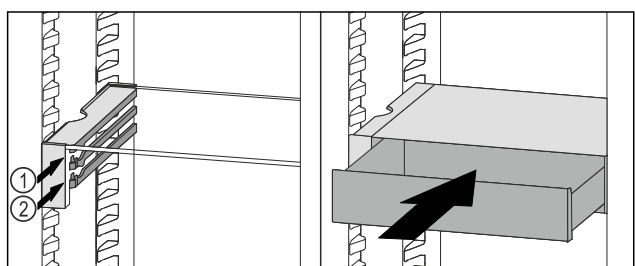

Fig. 138
- 将 VarioSafe 抽屉放置在所需肋梁 Fig. 138 (1) 或 Fig. 138 (2) 上的止动器后面。